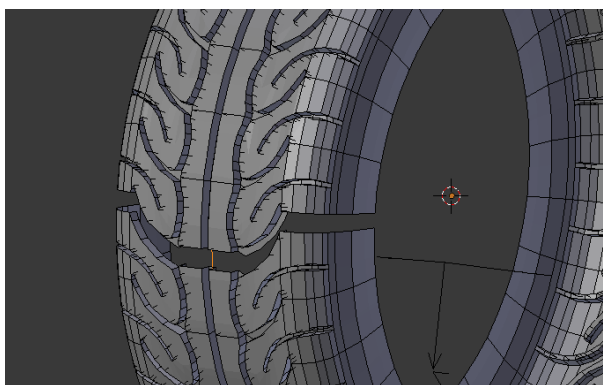

Figura 5.95
**25.** No painel do modificador Array, aumente Count até que o número de réplicas seja suficiente para aproximadamente fechar o círculo, ou o exceder por pouco, figura 5.95.